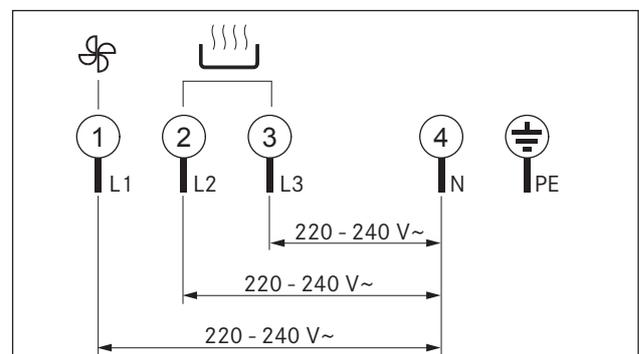

Abb. 6.36 Anschlussschema 3-Phasen-Anschluss
- ▶ Schließen Sie die Netzanschlussleitung gemäß dem betreffenden Anschlusschema (s. Abb. 6.36 Anschlusschema) am Netzanschluss [2] des Kochfeldes mit Kochfeldabzug an.